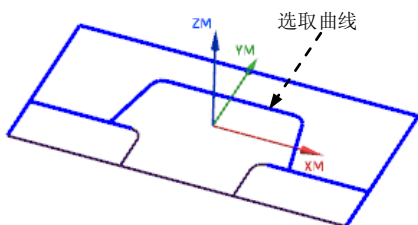
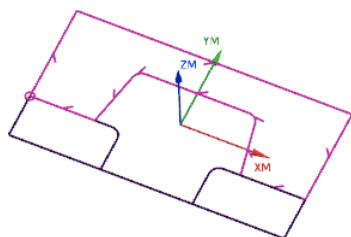

图 16.31 选择曲线
图 16.32 边界 1
Step3. 创建边界 1。按顺序依次选取图 16.31 所示的曲线, 单击 **创建下一个边界** 按钮, 创建的边界如图 16.32 所示。